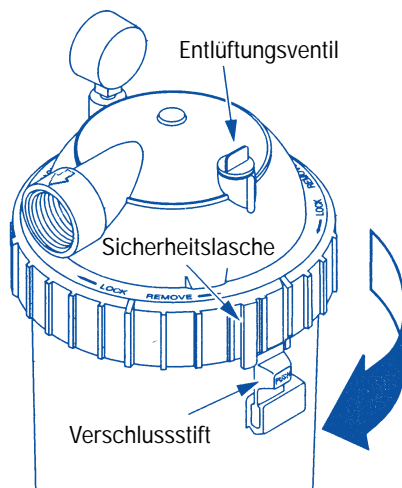

Abbildung 2
Dazu Gewinding in UHRZEIGER-RICHTUNG drehen bis ein Klicken zu hören ist, siehe Abbildung 2. Der Gewinding ist nach dem "Klick" in die Sicherheitslasche eingerastet. Eine weitere Drehung des Gewindinges ist nicht notwendig. Sobald der Filter mit Druck beaufschlagt ist, sitzt der Gewinding fest.
- c) Posi-Ring™ Gewinding drehen bis der Verschlussstift hinter die Sicherheitslasche einrastet, siehe Abbildung 2.